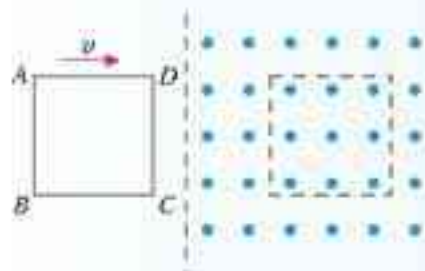

图 4.5-6 单匝线圈在外力作用下匀速进入匀强磁场
- (1) 运动的导线会产生感应电动势, 相当于电源。用电池等符号画出这个装置的等效电路图。
- (2) 通过 R 的电流方向如何? 大小等于多少?
- (3) 通过 MN 、 PQ 金属棒的电流各沿什么方向?
4. 如图 4.5-6, 单匝线圈 $ABCD$ 在外力作用下以速度 v 向右匀速进入匀强磁场。第二次又以速度 $2v$ 匀速进入同一匀强磁场。求: